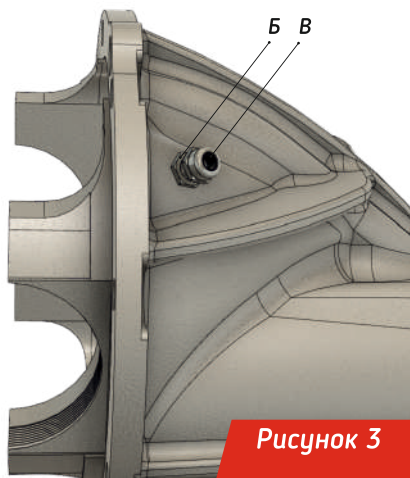

Рисунок 3
- 1.7 Закрутите кабель-ввод «Б» (рисунок 3).
- 3.4 Отпустите гайку «В» кабель-ввода «Б» (рисунок 3).
- 3.9 Закрутите гайку «В» кабель-ввода «Б» до надежной фиксации и герметизации кабеля «М» (рисунок 3, 6).